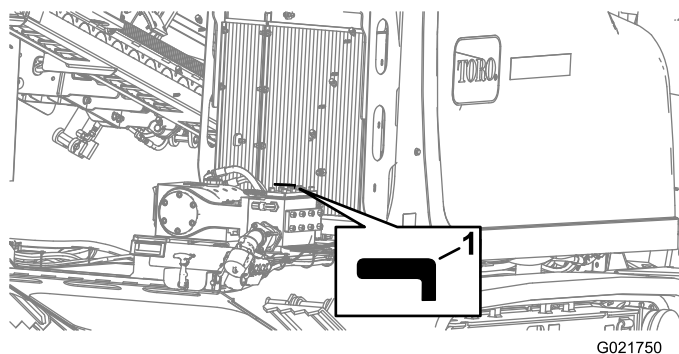

Figure 118
4. Tournez la vanne du fluide de forage dans le sens horaire en position FERMÉE (Figure 118).